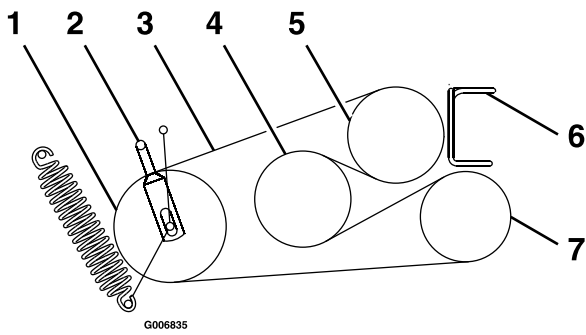

Figure 59
6. Desserrez les guides de courroie **A** et **B** (Figure 59).
8. Installez les courroies neuves sur les poulies, comme montré à la Figure 59.